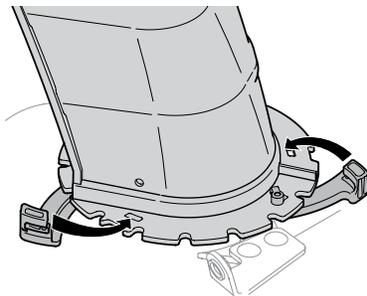

Figure 2-10
2. Fermez les attaches de la goulotte et enclenchez-les pour bien fixer la goulotte à la base. Voir Figure 2-10.